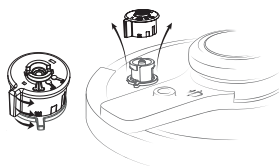
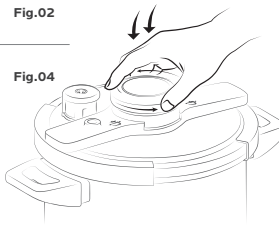

Fig.02
Fig.04
Rode o botão seletor até à posição como na figura e remova-o e verifique se o canal está limpo. **(Fig.02)**
5. Para fechar a panela, coloque a tampa com as garras abertas e com o botão seletor alinhado na posição como na Fig.02 e rode o botão no sentido contrário aos ponteiros do relógio, pressionando a tampa ligeiramente até ouvir um clique. **(Fig.04)**